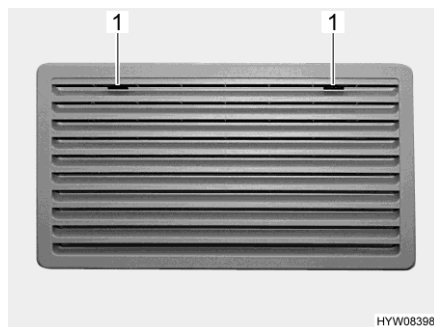
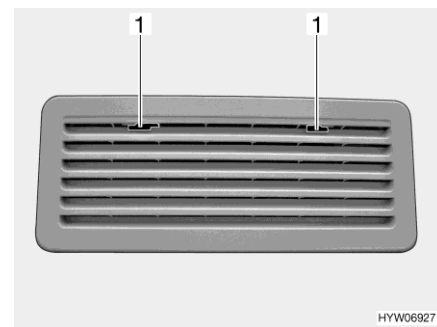

Fig. 245 Rejilla de ventilación del frigorífico (Thetford grande)
Fig. 246 Rejilla de ventilación del frigorífico (Thetford pequeño)
- Deslizar el bloqueo (Fig. 245,1 ò Fig. 246,1) hacia el centro.